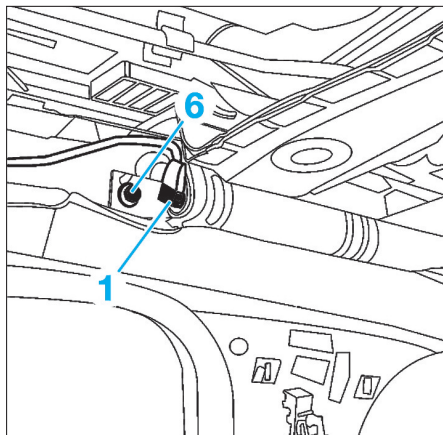

FIG. 10
- Déverrouiller le connecteur (1) de l'airbag rideau (Fig.10).
- Déposer la vis (6) de l'airbag rideau (Fig.10).